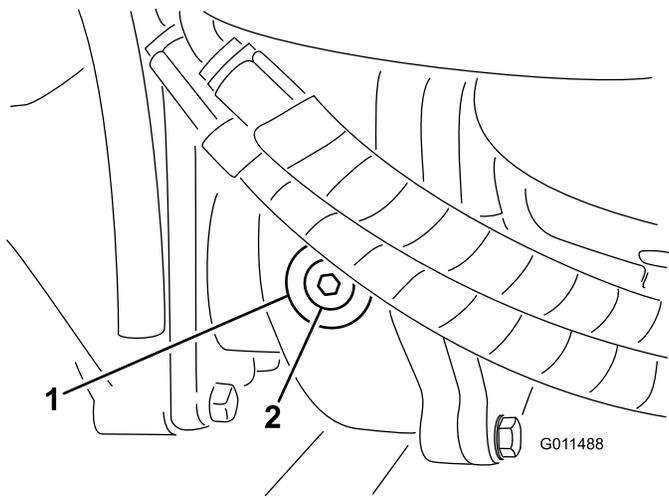

Figura 93
- Retire el tapón de verificación/llenado del lado izquierdo de la caja de engranajes (Figura 93) y asegúrese de que el lubricante llega al borde inferior del orificio. Si el nivel es bajo, añada suficiente lubricante para que el nivel llegue al borde inferior del orificio.